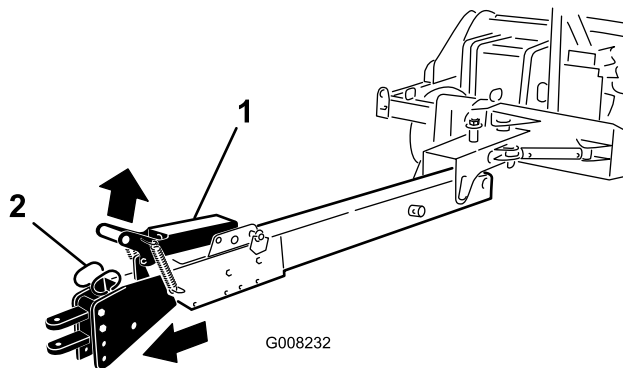

Figura 22
- Levante na pega do trinco (Figura 22).
- Conduza o veículo devagar até que a montagem de engate encaixe no seu lugar (Figura 22).
7. Para retrainr o engate do reboque, eleve a pega do trinco e lentamente ande com o veículo para trás até que a pega do trinco fique fixa no seu lugar (Figura 22).